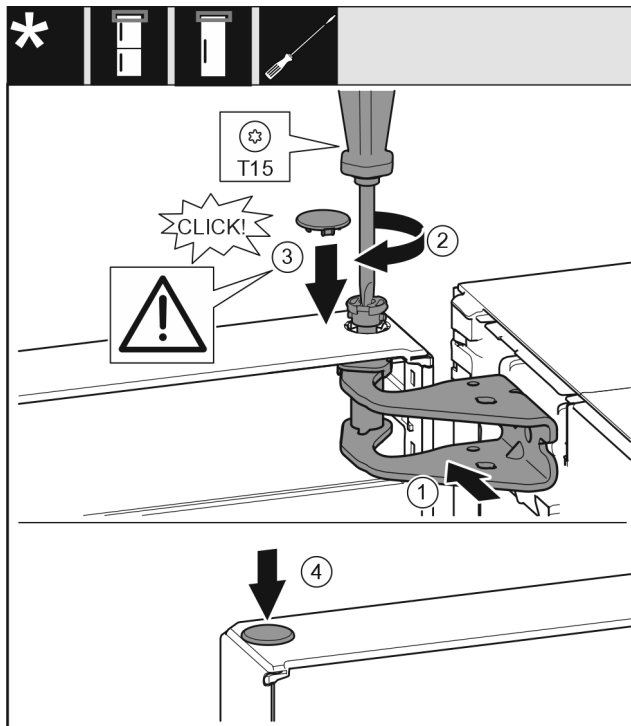

Fig. 20
- ▶ Выровняйте дверь сверху по отверстию в опорном кронштейне Fig. 20 (1).
- ▶ Вставьте палец Fig. 20 (2) и затяните отверткой.
- ▶ Установите крышку Fig. 20 (3).
- ▶ Проследите за тем, чтобы крышка Fig. 20 (3) прилегла к дверям.
- ▶ Установите крышку Fig. 20 (4).